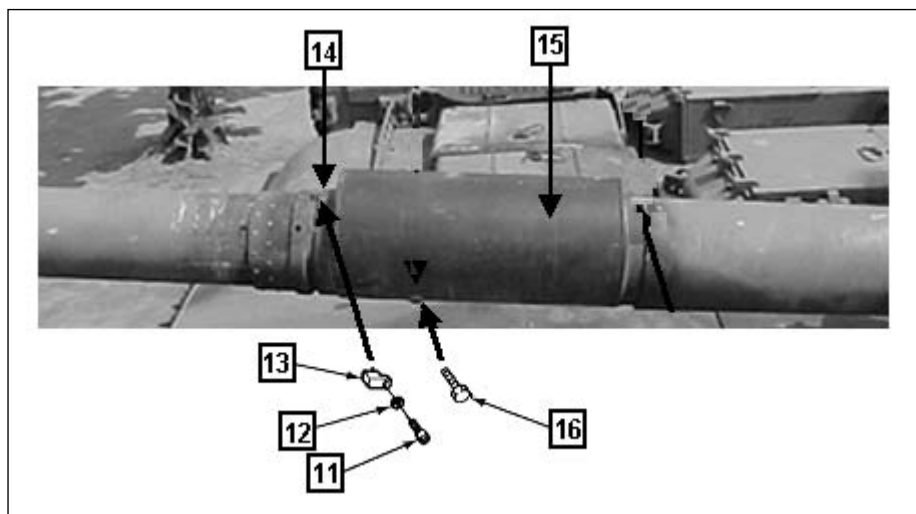

Fig 4-39. Eliminador de alma
(2) Retirada do eliminador de alma. (Fig 4-39 e 4-40)